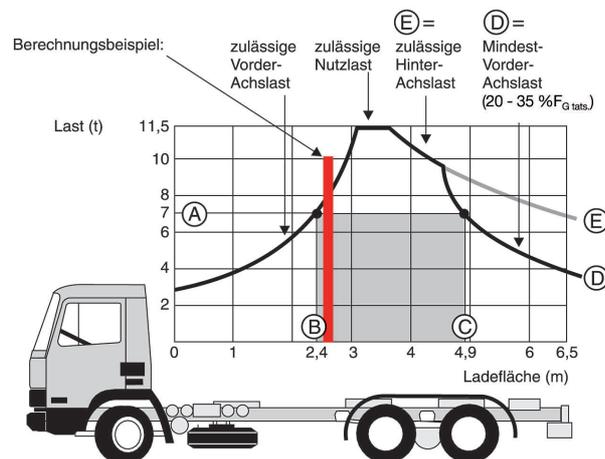

Bild 3.18: Lastverteilungsplan
Die Berechnung ergibt, dass bei dieser Anordnung der Holzkisten der Gesamtschwerpunkt der Ladung von 10 t (2,5 t + 4,5 t + 3,0 t) in einem Abstand von 2,64 m zur Lkw-Stirnwand liegen würde. Überträgt man diese beiden Werte in den Lastverteilungsplan (\rightarrow Bild 3.18), so stellt man fest, dass man die Ladung in dieser Anordnung nicht auf dem Fahrzeug transportieren darf, denn bei 2,64 m Entfernung von der Stirnwand wären nur ca. 8 t Beladung zulässig. Hier muss – z.B. durch Änderung der Holzkisten-Reihenfolge – anders geladen werden, so dass der Gesamtschwerpunkt in einem Abstand von ca. 2,9 m bis 4,4 m zur Stirnwand liegt.
Wie aus dem Beispiel des Lastverteilungsplans bei einem dreiachsigen LKW (\rightarrow Bild 3.18) erkennbar ist, kann die zulässige Nutzlast (Masse) von 11,5 t nur dann ausgenutzt werden, wenn der Ladungsschwerpunkt in dem verhältnismäßig kleinen Bereich von 0,6 m der Ladeflächenlänge plaziert wird, nämlich in einem Abstand von 3,1 m bis 3,7 m zur vorderen Begrenzung der Ladefläche. Transportiert man z. B. eine Ladung von 7 t Masse (A), muss ihr Schwerpunkt zwischen 2,4 m (B) und 4,9 m (C) liegen.